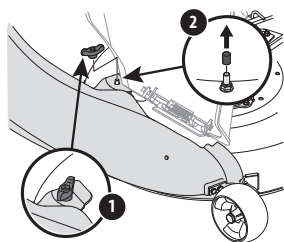

Figura 21
3. Fije bota a la plataforma con la perilla de aletas (720-04122) del paquete de herrajes 689-02364. Consulte la Figura 21.
NOTA: Si la hubiera, retire la cubierta protectora del prisionero de montaje en la plataforma de corte como se muestra en el recuadro de la Figura 21.